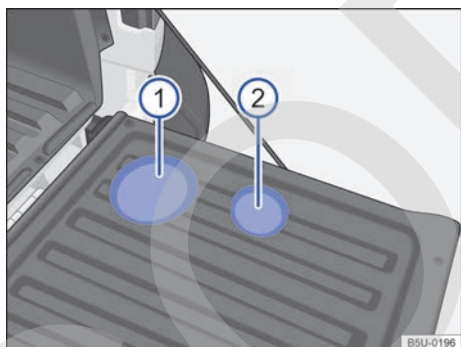

Fig. 102 En el revestimiento de la tapa del compartimento de carga: ① portabotellas y ② portabebidas.
Para utilizar los portabotellas => fig. 102 ① y los portabebidas ② abra la tapa del compartimento de carga.